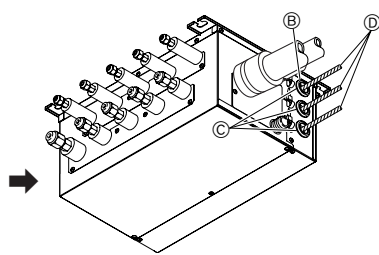

Fig. 9-2
3. Passare il cablaggio nella scatola delle derivazioni. (Fig. 9-2)
7. Quando si installa la scatola delle derivazioni all'esterno, accertarsi che gli ingressi del cablaggio siano sigillati con stucco per impedire l'ingresso di acqua piovana. (Fig. 9-2)